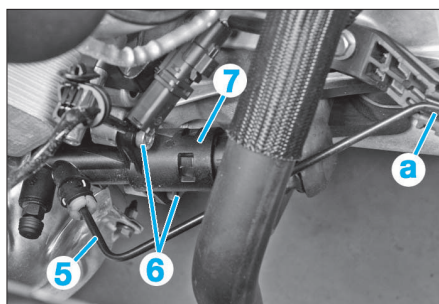

FIG. 5
- Déclipper le tuyau hydraulique d'embrayage (5) (en "a") (Fig.5).